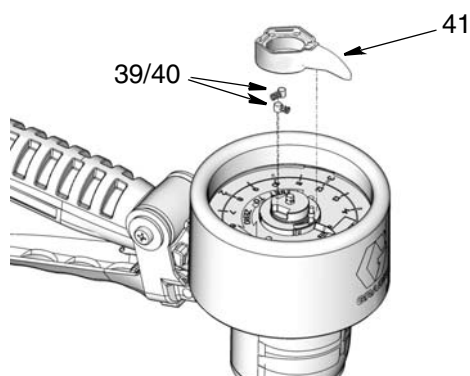

Рис. 15
3. Извлеките указатель (41), пружины (39) и штифты (40) (Рис. 15).